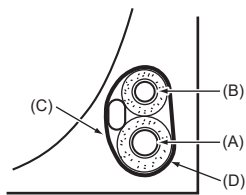

Fig. 4-5
4.5.1. Stockage dans l'espace de tuyauterie de l'appareil (Fig. 4-5)
- (A) Conduit de gaz